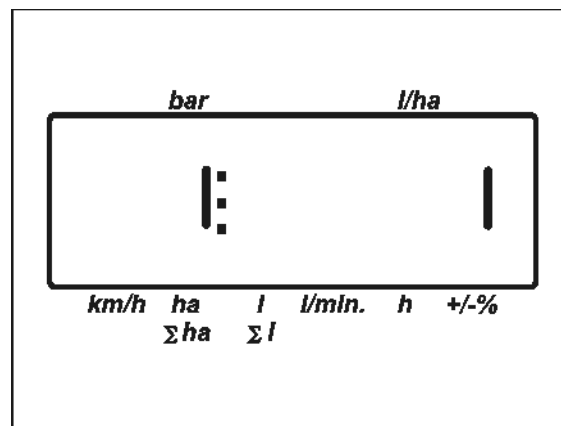
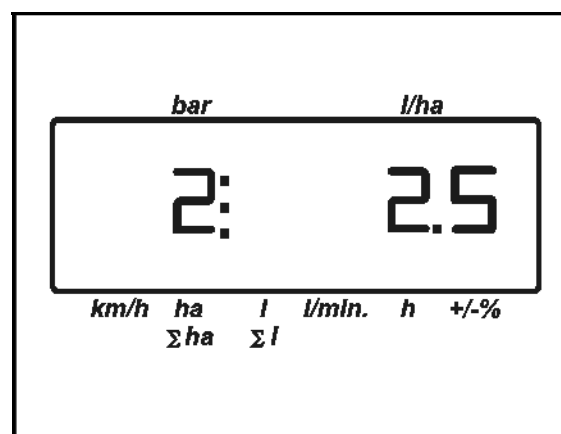

图 6
图 7
- 显示 **1:** 阀门类型 0, 1 或 2 (图 6)。
- 1 - 无等压功能的阀门 (TG)
- 显示 **2:** 压力调节常数 (图 7)。